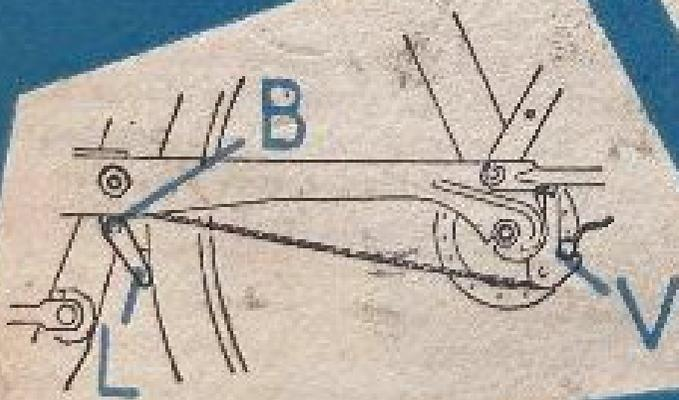

Abb. 5
Die Einstellung der Trommelbremse geschieht mittels der verstellbaren Seilführungsanschlag, der gerade über der Trettlagerachse sitzt (Abb. 5). Die Befestigungsschraube (B) losmachen, den Hebel (L) nach links schieben und die Schraube wieder sichern. Weist sich diese Einstellung ungenügend auf, das Triebseil also mit Hilfe der Seilklemmschraube anspannen aber nur wenn der Hebel rechts hin vollständig zurückgeschoben worden ist. Nach der Einstellung, den Bremsgriff mehrmals betätigen und sich davon vergewissern, dass das Rad frei läuft.